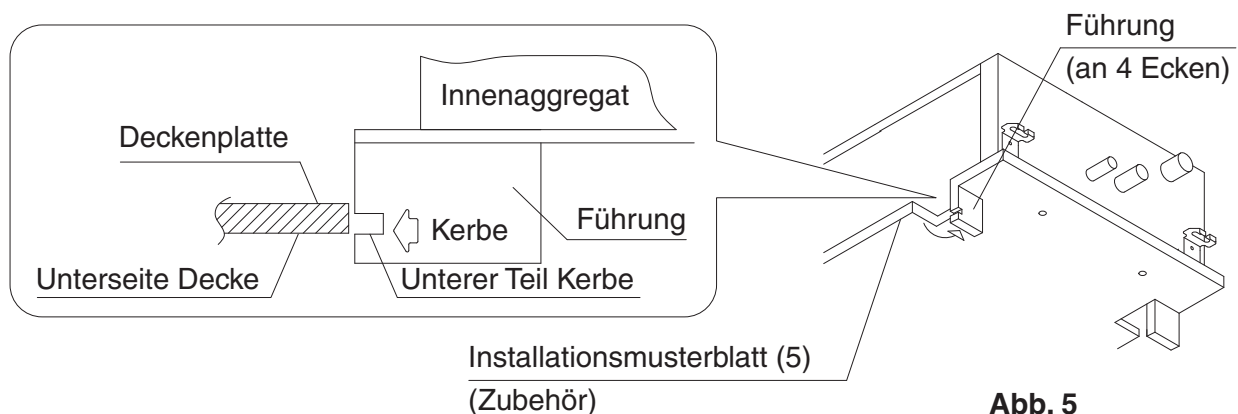

Abb. 5
- Falten Sie die auf dem Installationsmusterblatt (5) vermerkten Führungen (4 Stellen) zusammen. Stellen Sie die Höhe des Innengeräts vom Boden so ein, dass die Unterseite der Decke und der untere Teil der Einkerbung zusammenpassen. **(Siehe Abb. 5)**
- Schneiden Sie die Führungen vom Installationsmusterblatt (5) ab und legen Sie die Führung auf die Unterseite des Innengeräts. Stellen Sie die Höhe des Geräts vom Boden so ein, dass die Unterseite der Decke und der untere Teil der Einkerbung zusammenpassen. **(Siehe Abb. 5)**